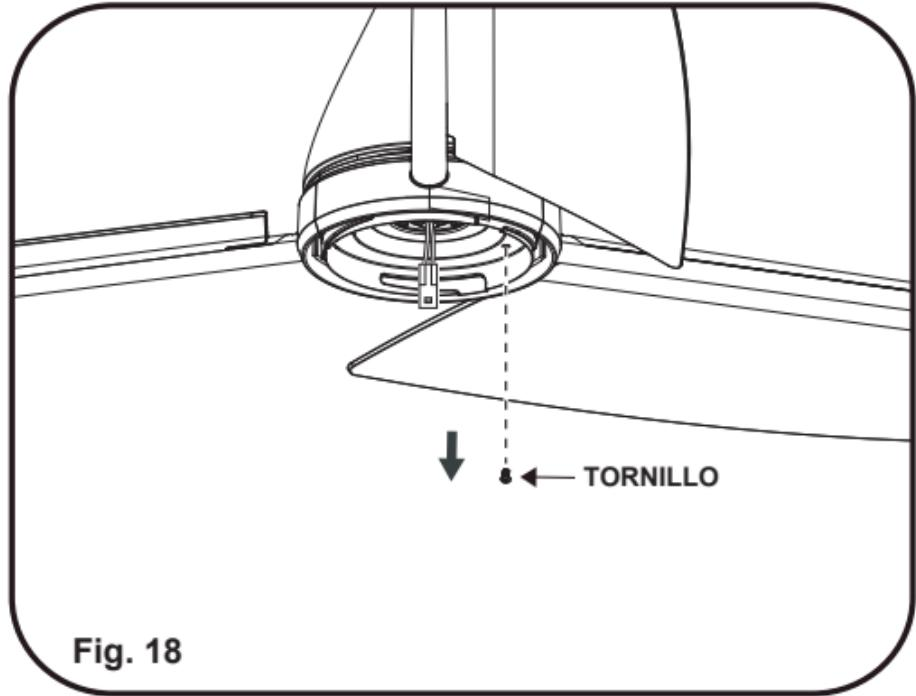

Fig. 18
Paso 1. Retire 1 tornillo de la placa del juego de luces. (Fig. 18)